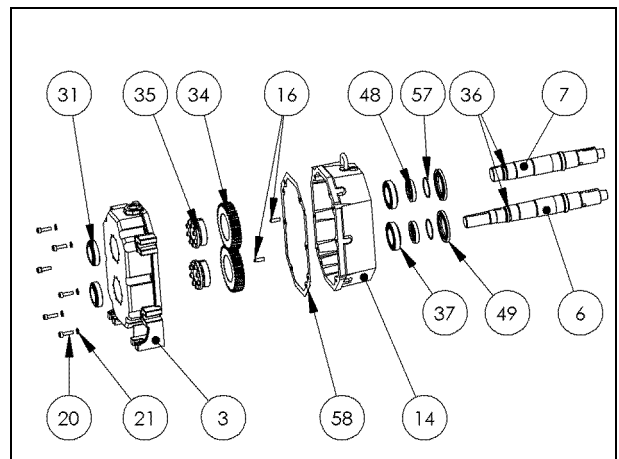

Fig. 16-10. Smontaggio cassa ingranaggi fase 3.
- 8 Togliere il corpo supporto alberi (P. 3) completo di cuscinetti (P. 31) (Fig. 16-10);
- 9 Usando punteruolo e martello in acciaio sfilare i n° 2 cuscinetti (P. 31) (Fig. 16-10);
- 10 Usando chiave a brugola da 6mm svitare le n° 8 viti del calettatore (P. 35). Se il calettatore non si dovesse sbloccare, occorre dare dei colpetti, con un martello in gomma, sulle viti, in modo da liberarne il cono di bloccaggio (Fig. 16-10);
- 11 Sfilare le due ruote dentate (P. 34) (Fig. 16-10);
- 12 Togliere la guarnizione in carta (P. 58) (Fig. 16-10);
- 13 Sfilare dal supporto tenute (P. 14) i due alberi (P. 6-7) completi di due O-ring (P. 36) e degli anelli antiusura (P. 48) (Fig. 16-10);
- 14 Usando punteruolo e martello in acciaio sfilare gli anelli (P. 48) completi di O-ring (P. 57) (Fig. 16-10);
- 15 Con cacciavite usato come leva togliere i due anelli di tenuta (P. 49) (Fig. 16-10);
- 16 Usando punteruolo e martello in acciaio sfilare i n° 2 cuscinetti (P. 37) (Fig. 16-10).
11. Inserire n° 2 spine (P.16) nel corpo supporto tenute (P. 14) usando martello in acciaio (Fig. 16-10);
12. Infilare guarnizione in carta (P.58) (Fig. 16-10);
13. Assemblare corpo supporto alberi (P. 3) centrando le spine (P. 16) (Fig. 16-10);
14. Avvitare le n° 6 viti (P. 20) con le relative rondelle (P. 21) usando chiave a brugola da 8mm (Fig. 16-10);
15. Infilare cuscinetti (P. 31) negli alberi (P. 6-7), usando martello di gomma, fino ad arrivare in battuta con supporto alberi (P. 3) (Fig. 16-10; 16-14). **Att: proteggere cuscinetto in questa fase di inserimento da colpi;**